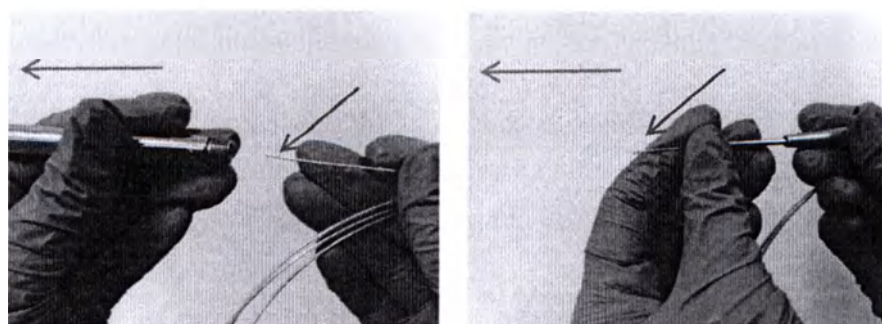

Рис. 12.32 - Подсоединение волоконного рассеивателя к волоконной ручке
12.14.3 Поместите в отверстие волоконной ручки волоконный рассеиватель и проташите его через всю длину волоконной ручки (зеленой стрелкой на рис. 12.32 указано направление движения волоконного рассеивателя).